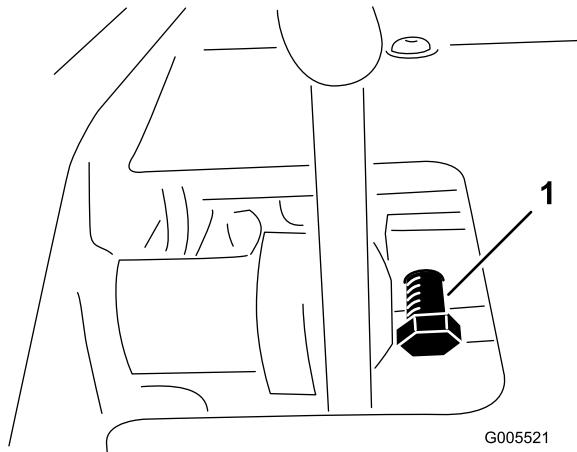

図 56
- ペダルロックのキャップスクリュのジャムナット(図56)をゆるめる。